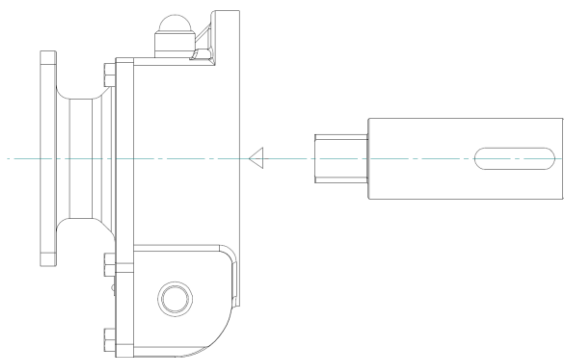

Рис. 4: монтаж втулки в редуктор ILG/S
7. Рекомендуется использовать уплотнение между фланцем арматуры и редуктор-дублером. Установите втулку с нижней части в редуктор (см. рисунок 4). Размер и форма соединений втулки и редуктора может отличаться от рисунка 4.